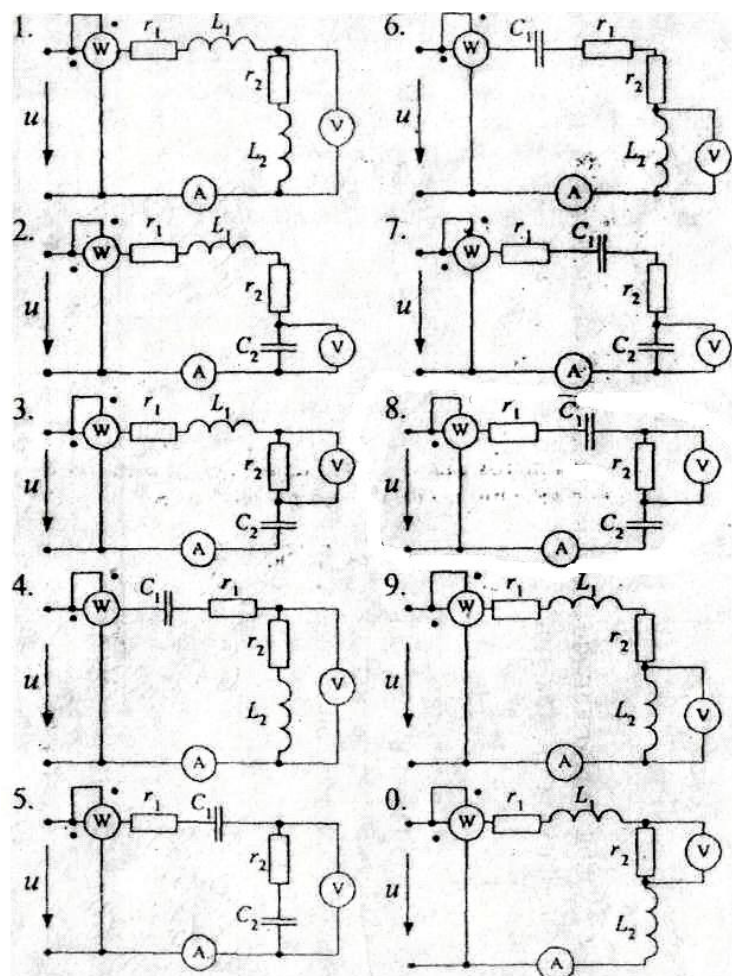

Рис.3 (выбор схемы по последней цифре учебного шифра студента)
Напряжение на зажимах цепи, вариант которой соответствует последней цифре учебного шифра студента и изображенной на рис. 3, изменяется по закону $u = U_m \sin \omega t$. Амплитудное значение напряжения U_m , значения активных сопротивлений r_1 и r_2 , индуктивностей катушек L_1 и L_2 , емкостей конденсаторов C_1 и C_2 приведены в табл. 3.
1. Определить показания приборов, указанных на схеме (см. рис. 3).